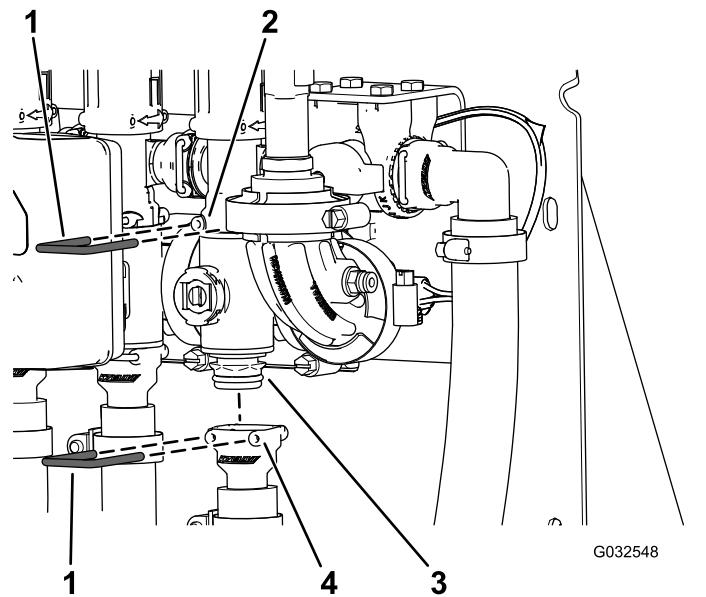

Bild 103
2. Entfernen Sie den Halter, mit dem der Abschnittsventilverteiler am Anschlussstück des Sicherheitsventils befestigt ist (Bild 103).